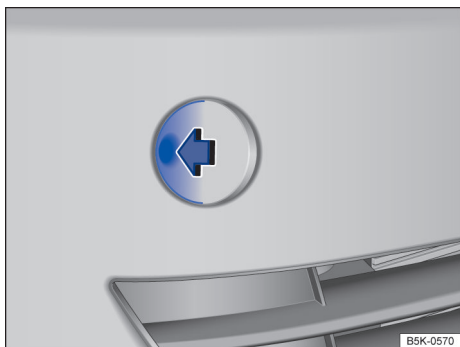

Fig. 208 No lado direito do para-choque dianteiro: retirar a tampa.
O alojamento da argola de reboque rosqueável se encontra no lado direito do para-choque dianteiro, atrás de uma tampa → Fig. 208.
- Pressione no lado esquerdo da tampa → Fig. 208 (seta) para desencaixá-la.